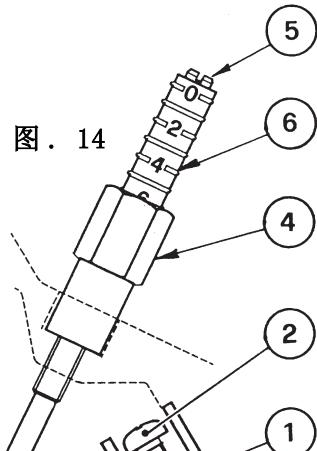

图. 14
松开螺母 (1)，转动螺钉 (2) 直到指示器 (3) 到达预期点。然后 锁紧螺母 (1)，(参见图. 14)。
松开螺母 (4)，转动螺杆 (5) 直到指示器 (6) 到达预期点。然后锁紧螺母 (4)，(参见图. 14)。